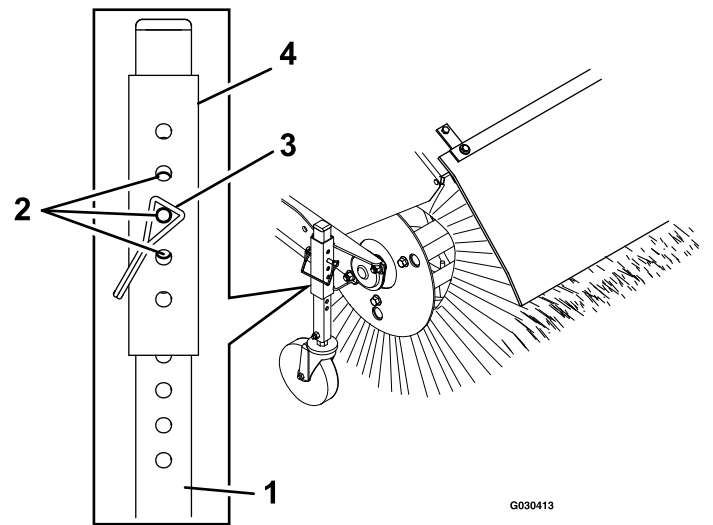

Figure 9
5. Pour effectuer des réglages plus précis, faites coulisser le manchon de réglage d'un trou à la fois vers le haut ou le bas sur le tube de la roue pivotante pour régler la hauteur de la brosse par paliers de 3 mm (Figure 9). Répétez les opérations 3 à 5 pour l'autre roue pivotante.
3. Pour régler la hauteur de la brosse, retirez et conservez la goupille du manchon de réglage et du tube de la roue pivotante (Figure 9).